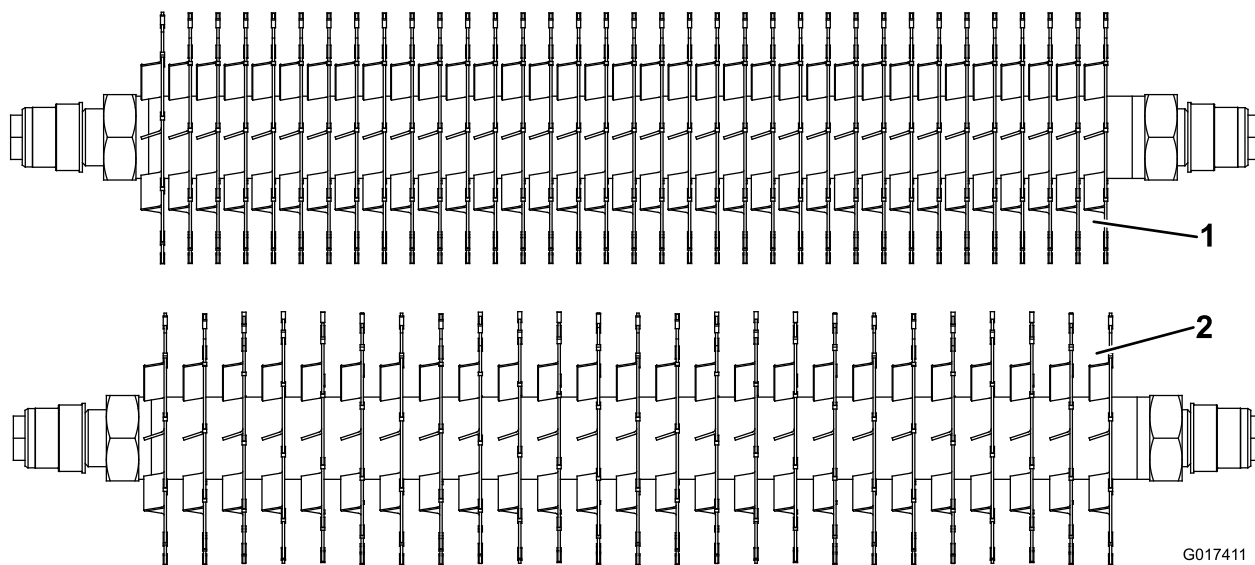

Figura 13
Per modificare la configurazione del verticutter dal distanziamento standard di 19 mm a 13 mm, sono necessari altri (34) distanziali, n. cat. 17-1580, e altre (10) lame in carburo, n. cat. 106-6355, oppure altre (10) lame regolari, n. cat. 17-1590 (Figura 13).